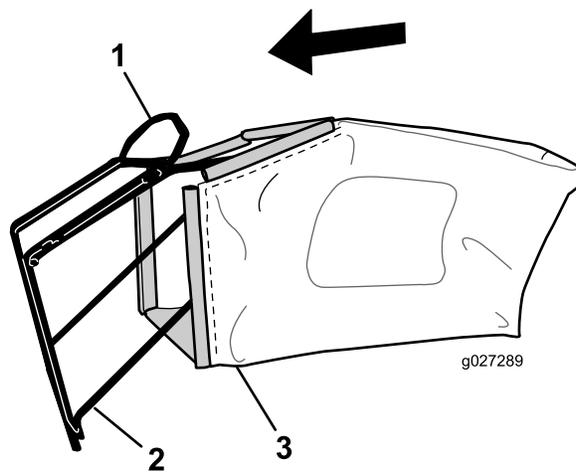

Figura 9
1. Infilate il cestino di raccolta sopra il telaio come illustrato in Figura 9.